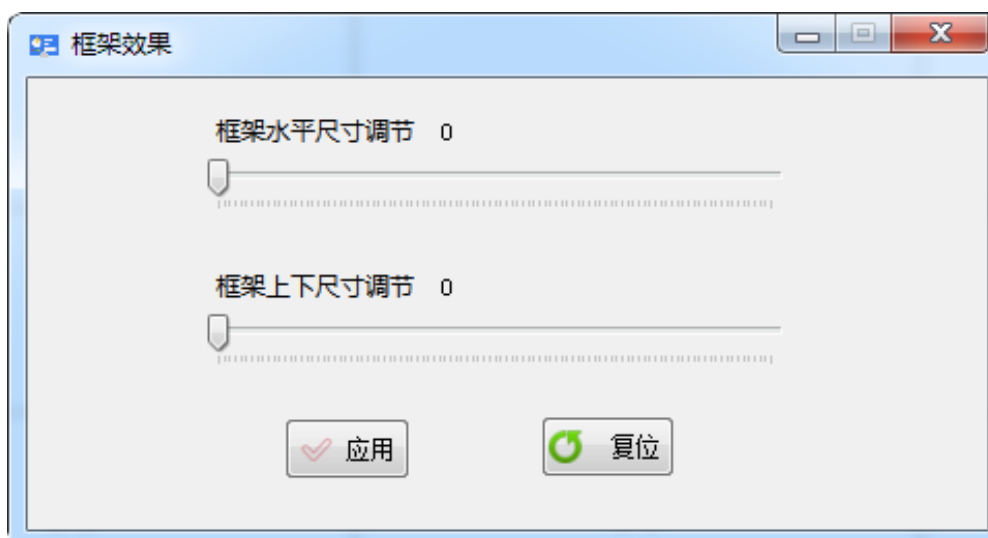

图 2.5.2 框架效果设置界面
- 2) 框架效果设置界面：包括框架水平尺寸调节，框架上下尺寸调节。调节到所需要的框架后，点击应用按钮，如果想恢复到初始状态，点击复位按钮。如图 2.5.2 所示。